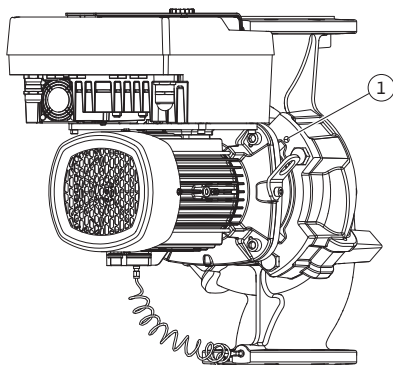

Fig. 10: Abdrücken des Einstecksatzes über Gewindebohrungen
5. Den Einstecksatz (siehe Fig. 4) vom Pumpengehäuse abdrücken. Je nach Pumpentyp (siehe Fig. I ... Fig. IV) gibt es zwei verschiedene Ansätze. Für den Pumpentyp (Fig. III und Fig. IV) die Schrauben (Pos. 29) lösen. Die daneben liegenden zwei Gewindebohrungen (Fig. 10, Pos. 1) nutzen und geeignete bauseits bereitgestellte Schrauben (z. B. M10 x 25 mm) verwenden. Für den Pumpentyp (Fig. I und Fig. II) die zwei Gewindebohrungen M10 (Fig. 104) nutzen. Dafür geeignete und bauseits bereitgestellte Schrauben verwenden (z. B. M10 x 20 mm). Zum Abdrücken können auch die Schlitze (Fig. 104, Pos. 2) verwendet werden.